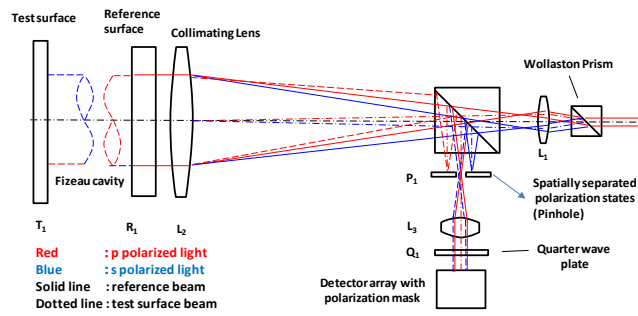
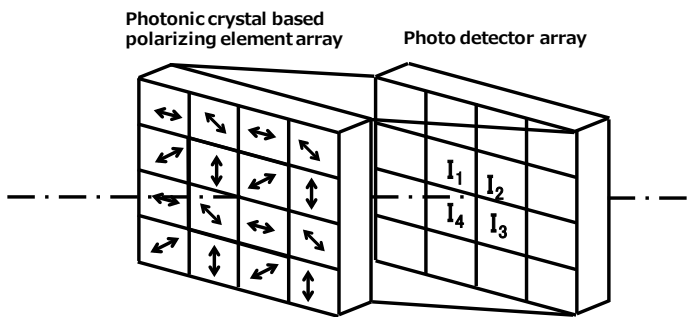

図 1 Design Principle
図 2 Detector array with pixelated mask
本装置で採用する偏光素子アレイ撮像デバイスは、構成するピクセル (1024×1024 pixel) の隣り合う 4 画素ごとに、偏光素子の偏光方位が 0° , 45° , 90° , 135° に配置した偏光素子アレイを、それぞれの位置に対応する光電変換アレイの上に装着したものである。図 1 に本偏光素子アレイ方式干渉計の基本構成を示す。図 2 に示す光電変換アレイが検出する光強度 I_1 , I_2 , I_3 , I_4 を検出すれば、式 (1) によって位相 Δ を算出することができる。